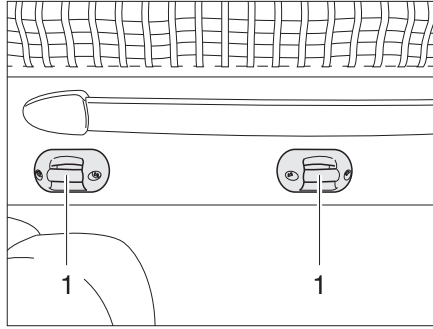

Fig. 173 Supporto scaletta di accesso
- Agganciare la scaletta di accesso al letto basculante con i due archetti incorporati nelle graffe (Fig. 173,1).